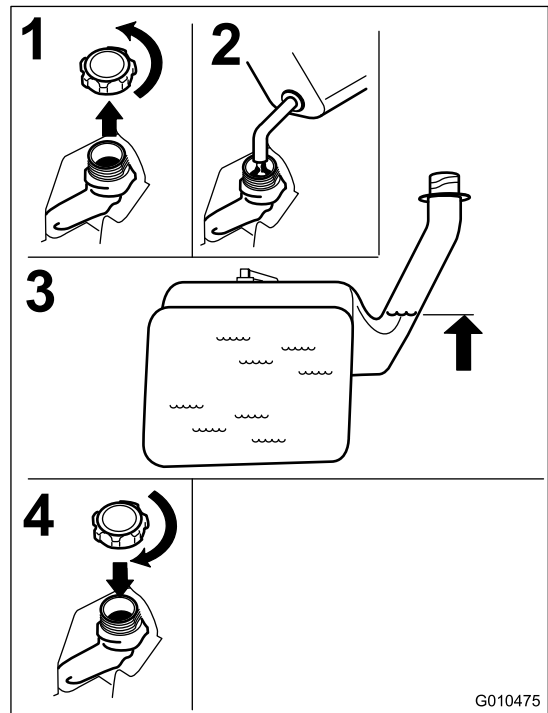

Figure 12
2. Versez **lentement** de l'essence sans plomb ordinaire jusqu'à ce que le niveau atteigne la base du goulot de remplissage (Figure 12).